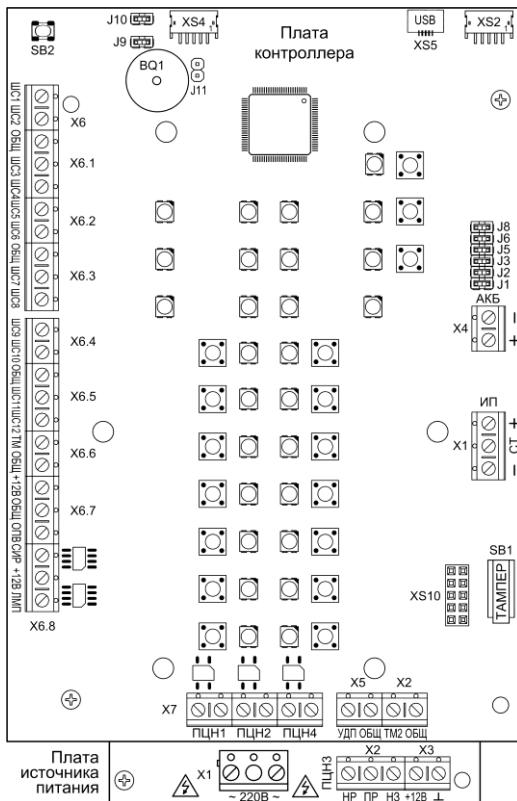

Рис.1 Плата контроллера Гранит-12Л (вид со снятой панелью индикации и управления) и плата источника питания (видимая часть)
Прибор состоит из корпуса и съёмной крышки. В корпусе расположены плата контроллера, плата источника питания (рис.1), коммуникатор универсальный с антенной GSM (п.5.3) или/или IP коммуникатор (п.5.4). На плате контроллера установлена панель индикации и управления (рис.2).
3.1 На плате контроллера (рис.1) расположены следующие элементы:
3.3 На плате источника питания (рис.1) расположены следующие элементы: